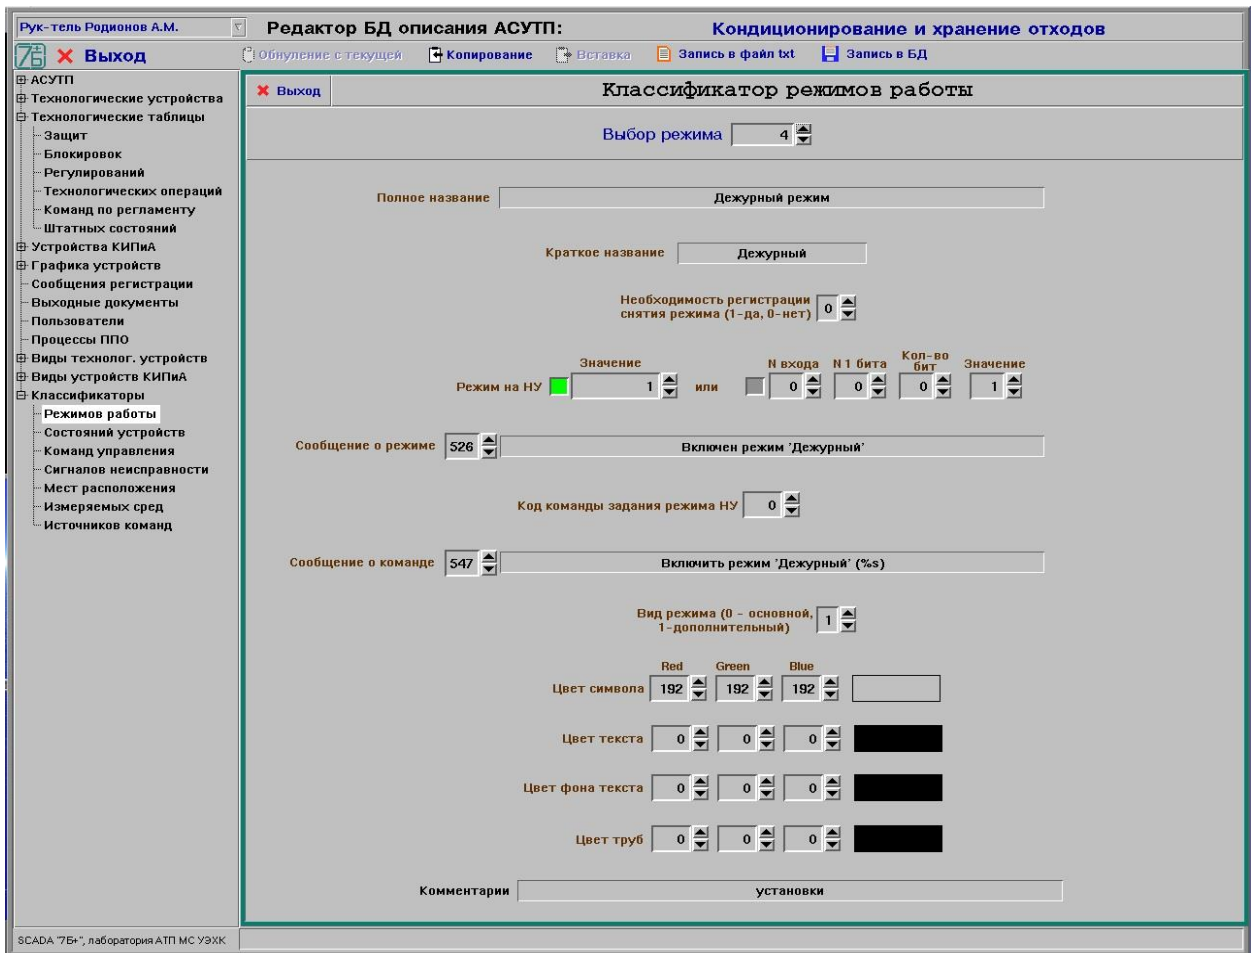

Рисунок 40 – Окно редактирования параметров режимов работы устройств
8.22.1 Выбрать в иерархическом списке группу тем «Классификаторы». После выбора в иерархическом списке одной из следующих тем: «Режимов работы», «Состояний устройств», «Команд управления», «Сигналов неисправности», «Мест расположения», «Измеряемых сред», «Источников команд» (группа тем «Классификаторы») на экране будет отображено окно редактирования параметров классификаторов (см. рис. 40 - 46).